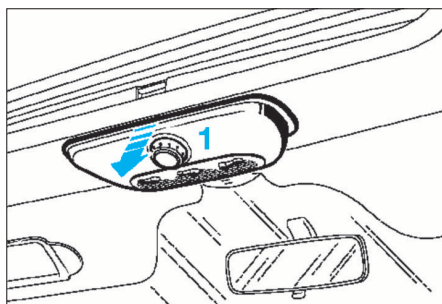

FIG. 101
- Déclipser à l'aide d'un tournevis plat la commande d'ouverture de toit ouvrant (1) (Fig.101).